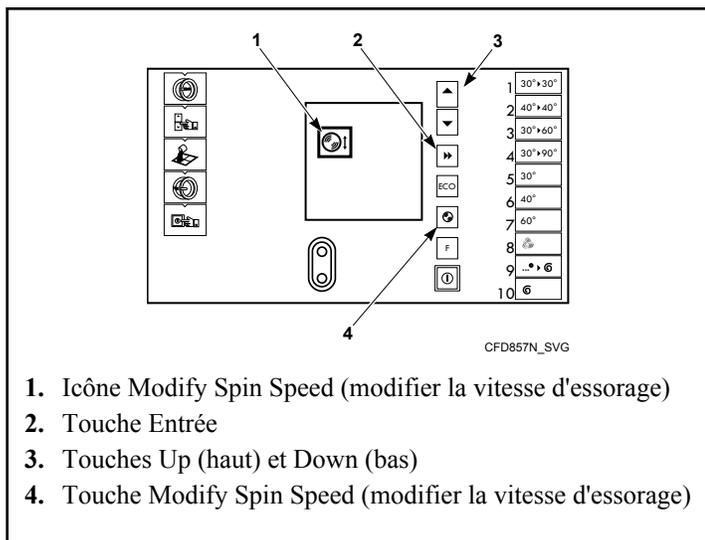

Figure 31
1. Pour ouvrir le menu Functions (fonctions), appuyer sur Touche Functions (fonctions). Se reporter à la *Figure 31*.